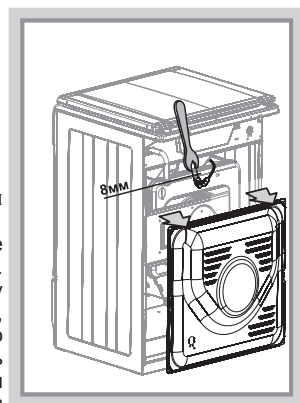

Рис. 19
- при помощи ключа выкрутить и заменить сопло (рис.19)